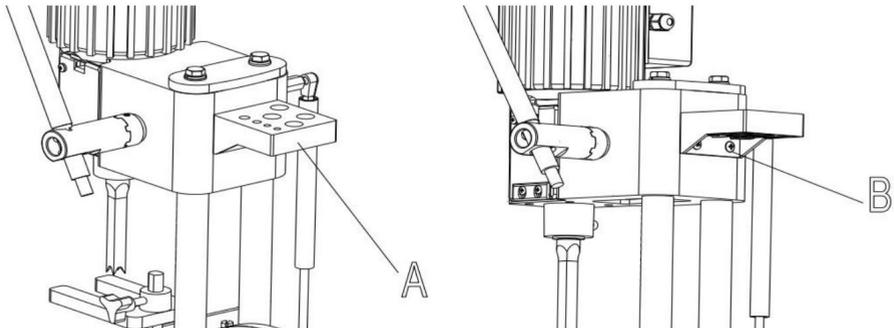

Abb. 8
- Montieren Sie den Werkzeug- und Meißelhalter (A) Abb. 8 an der Seite der Säule mit den beiden